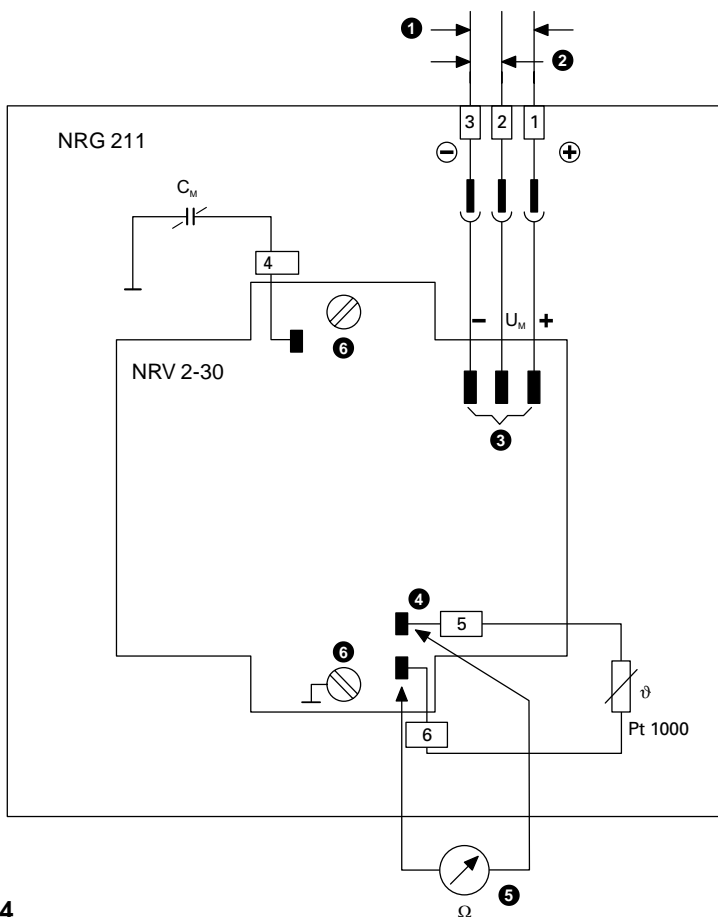

Fig. 4
5. Insertar el cable **P** en la parte superior del conector **G** y conectarlo con el conector de inserción **S** según el esquema de conexiones, fig. 4.
1. Comprobar la tensión de alimentación y la tensión de medida en el electrodo o en el conmutador de nivel, **fig. 4**.
4. Sacar el cable de alimentación del sensor para el termómetro y conectar el aparato de medida de resistencia, **fig. 4**.
3. Desatornillar los tornillos de fijación ❷ y quitar la placa de circuitos, **fig. 4**.
4. Incorporar una nueva placa de circuitos. Atornillar los tornillos de fijación ❸.
6. Poner la tapa del cabezal de conexión. Insertar y apretar los tornillos de fijación ❹.